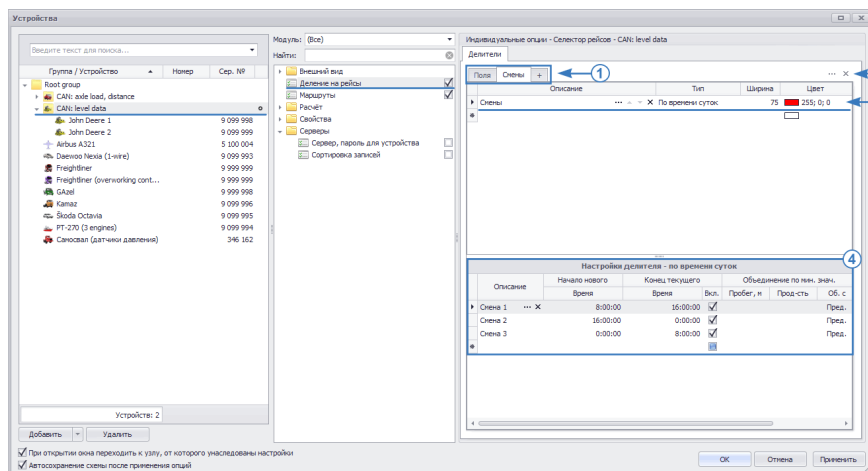

Рис.135. Настройка делителей.
Для создания делителей необходимо перейти в меню «Устройства», для этого – выбрать *Главное меню – Меню Настройка – Устройства*. В меню «Устройства» необходимо выбрать устройство или группу устройств, для которых требуется настроить разбивку на рейсы, затем перейти в раздел настроек «Деление на рейсы» (**Рис.135**). В этом меню по умолчанию имеется одна вкладка – Делители 1. Вкладка состоит из двух меню: в верхнем меню необходимо задать делители рейсов, в нижнем меню – задать настройки делителей.
В программе «АвтоГРАФ 5 ПРО» предусмотрено создание нескольких независимых групп делителей (**Рис.135, п.1**). Каждая группа в свою очередь может содержать несколько разных делителей. Внутри группы деление на рейсы осуществляется следующим образом – весь трек ТС за выбранный период просмотра делится на рейсы по первому делителю (первый в списке делителей), затем рейсы, сформированные по первому делителю делятся по настройкам второго делителю и т.д.
Для удаления группы делителей нужно перейти на вкладку этой группы, затем нажать кнопку  (Рис.135, п.2).
- в верхнем меню выбрать группу делителей, затем в новой строке задать название делителя в поле «Описание», например, «Смена» (Рис.135, п.3);
- в поле «Описание» в таблице «Настройки делителя – ...» ввести название рейса, например «Смена 1», (Рис.135, п.4). Название рейса отображается в Селекторе рейсов в столбце «Рейсы».